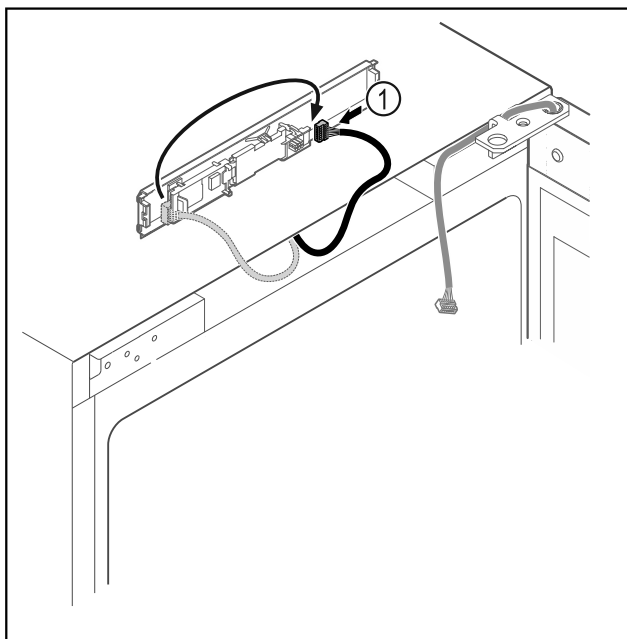

Fig. 20
- Zmeňte zapojenie zástrčky Fig. 20 (1) na doske plošných spojov.